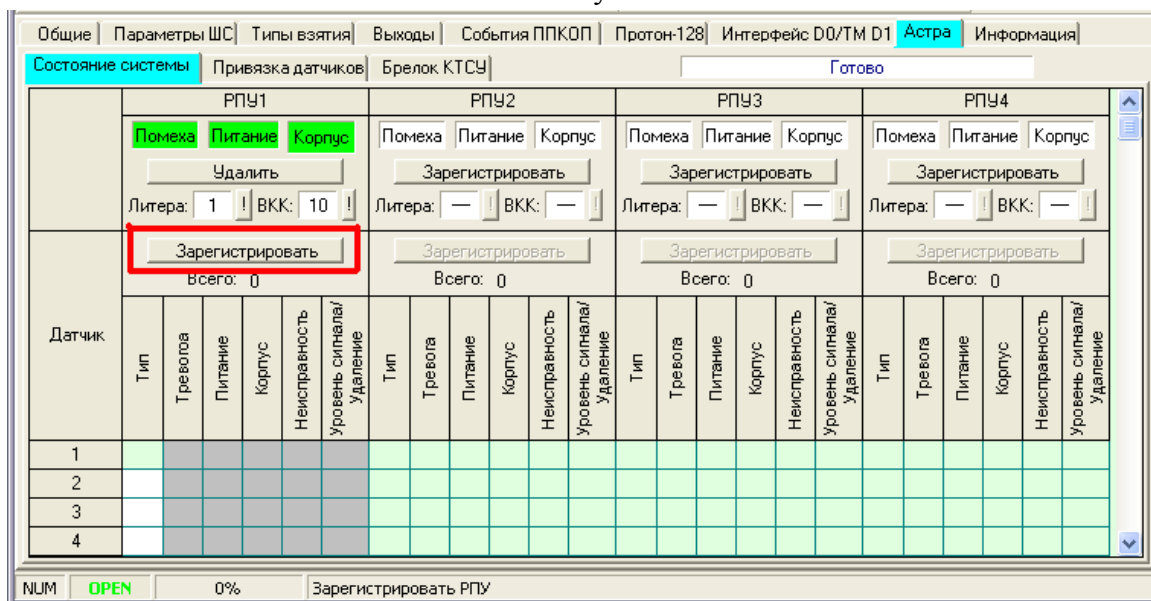

Рисунок 3.25
4) Зарегистрировать извещатели (датчики). С использованием Программатора зайти на вкладку «Астра. Состояние системы» (рис. 3.25).